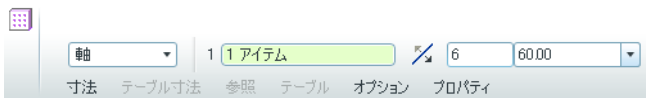

図 13-83 上面の穴のパターン化
- ・モデルツリー内の「穴 24」をクリックし、マウス右ボタンで「パターン化」を選択する。次いでダッシュボードの「寸法」をクリックして「軸」を選択、「アイテム」をモデル上の「A_1」軸を選択、穴個数を「6」、角度を 60 度にする。(図 13-83)